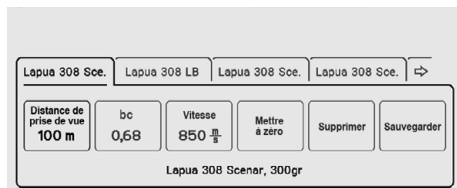

Fig. 5
5. Pour passer au menu de configuration des munitions (fig. 5) : appuyer à nouveau brièvement sur le bouton marche/arrêt (3/1).